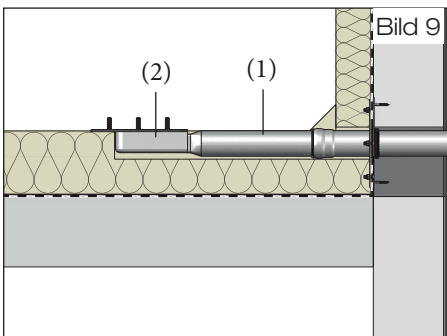

Bild 9
2.1 Die Auslaufrohre (1) des Ablaufs bauseits in der Länge anpassen. Die Dichtungen des Schiebeflansches und Rohrenden (2) des LORO-X Rohres mit LORO-X Gleitmittel versehen. Wärmedämmplatte im Bereich des Beckens des Ablaufs aussparen. Der Festflansch des Dachablaufs soll gemäß Flachdachrichtlinien oberflächenbündig in die Unterlage eingelassen werden. Die LORO-X Rohre in die Dichtungen des Schiebeflansches einschieben. Dichtelemente in Rohrmuffen einlegen und mit LORO-X Gleitmittel einstreichen. Die Auslaufrohre des Ablaufs mit LORO-X Gleitmittel versehen. Die Auslaufrohre in die Dichtelemente des LORO-X Rohres einschieben. Den Ablauf sowie die Wärmedämmplatten fixieren (Bild 9). Entstandene Hohlräume in der Wärmedämmung mit geeigneten Materialien schließen. Auslaufrohre im Wandbereich mit ausreichender Wärmedämmung versehen. Wärmedämmplatten verlegen.
Die Auslaufrohre des Ablaufes mit LORO-X Gleitmittel versehen. Die Auslaufrohre in die Dichtelemente des LORO-X Rohres einschieben. Den Ablauf sowie die Wärmedämmplatten fixieren (Bild 9). Entstandene Hohlräume in der Wärmedämmung mit geeigneten Materialien schließen. Auslaufrohre im Wandbereich mit ausreichender Wärmedämmung versehen. Wärmedämmplatten verlegen.